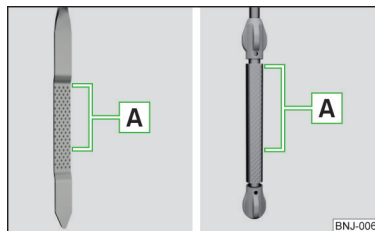

Abb. 159
Ölmesstab » Abb. 159
- Der Ölstand darf keinesfalls oberhalb oder unterhalb des Bereichs  » Abb. 159 liegen - es besteht die Beschädigungsgefahr des Motors sowie der Abgasanlage.